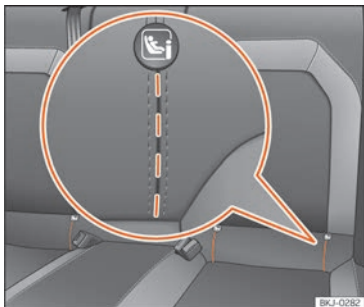

Abb. 26 Rücksitz: eingeprägte Schlitz für Zugriff auf die ISOFIX/i-Size-Halteösen.
bestimmten Fahrzeugen sind die Halteösen am Sitzgerüst, bei anderen am Ladeboden befestigt. Die „ISOFIX“-Halteösen befinden sich zwischen der Rücksitzlehne und der Rücksitzbank » **Abb. 26**. Die Top Tether*-Halteösen befinden sich im hinteren Bereich
- Öffnen Sie vorab per Hand den eingepprägten Bereich hinter den markierten Schlitten, um an die Halteösen zu gelangen »» Abb. 26.